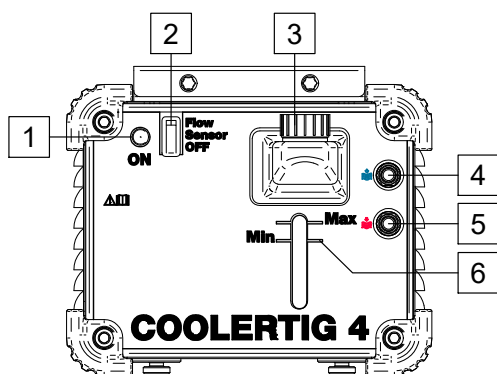

Bild 3.
9. Ventilationsöppningar: För korrekt kyluftcirkulation (bild 3).